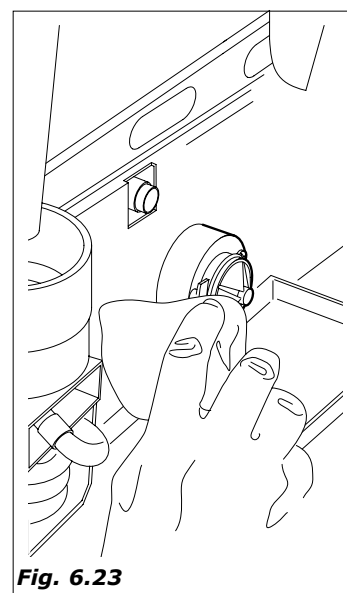

Fig. 6.23
- con un trapo humedecido,(en la solución), limpiar la base de las batidoras (Fig.6.23)